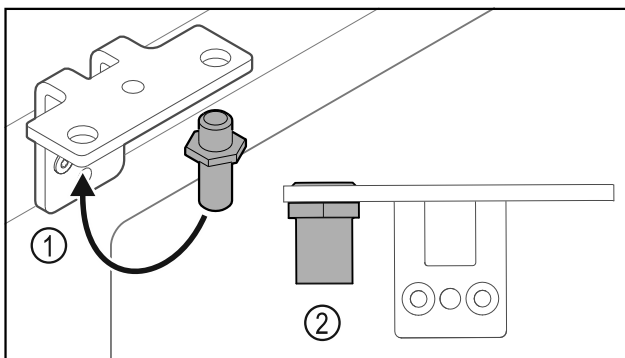

Fig. 38
- Bouten Fig. 38 (1) naar de scharnierhoek verplaatsen.
- Bouten Fig. 38 (2) met **aanhaalmoment van 12 Nm** vastdraaien.